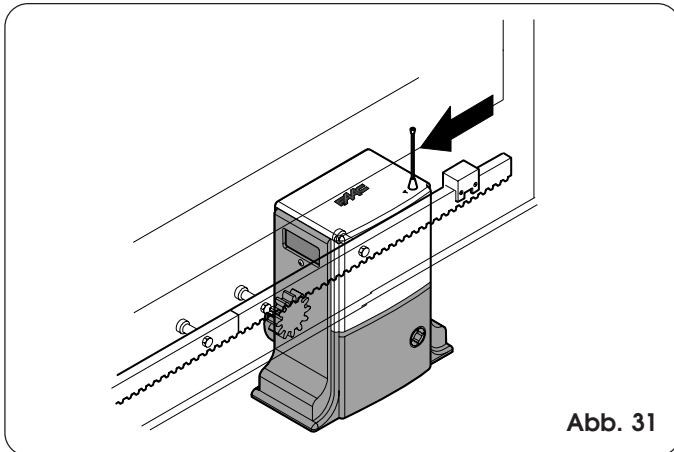

Abb. 31
- Den Magnet auf der Zahnstange verschieben (Abb.31), bis die LED 1 auf der elektronischen Karte sich ausschaltet (Abb. 29).